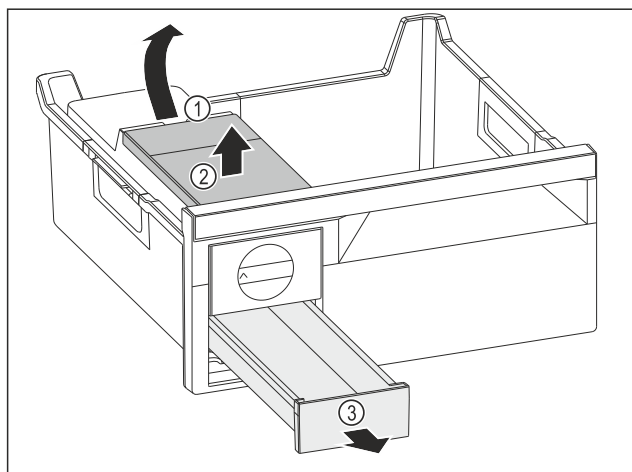

Fig. 143
- Wassertank entnehmen: Wassertank an der Aussparung Fig. 143 (1) anheben.
- Wassertank Fig. 143 (2) nach oben entnehmen.
- Eiswürfelschubfach Fig. 143 (3) nach vorne entnehmen.